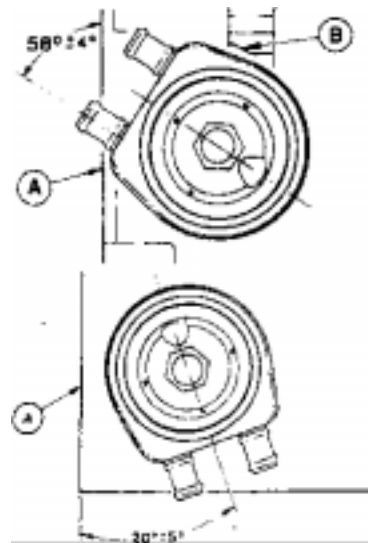

Рис. 1.41.
6. Установите новую прокладку и охладитель, закрепите его переходником. Убедитесь, что трубки охладителя установлены под соответствующим углом (см. рис. 1.41. и 1.42.) и затяните переходник соответствующим моментом затяжки.